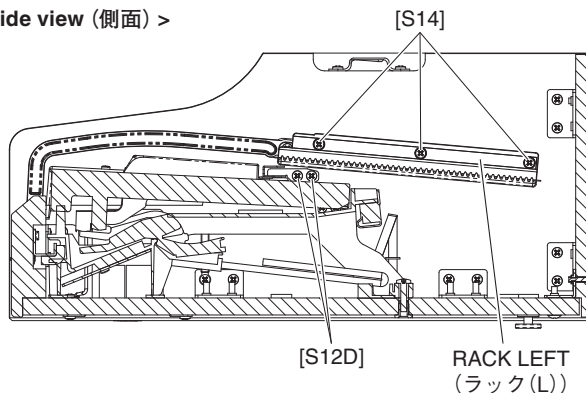

Fig. 5 (図5)
- 7-3 Remove the three (3) screws marked [S14]. The rack L can then be removed. (Fig. 5)
- 7-3 [S14] のネジ 3 本を外して、ラック (L) を外します。(図 5)
- ※ ラック (R) も同様に外すことができます。
- 8-4 Remove the two (2) screws marked [S12D] each from both sides of the assembly. (Fig. 5)
- 8-4 [S12D] のネジを左右 2 本ずつ外します。(図 5)